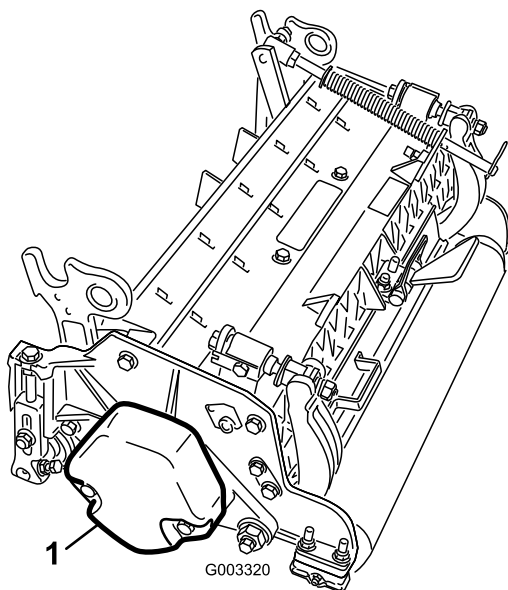

Figure 3
4. Veillez à monter le contrepooids (Figure 3) du bon côté du plateau de coupe, comme expliqué dans les *Instructions d'installation* du contrepooids.